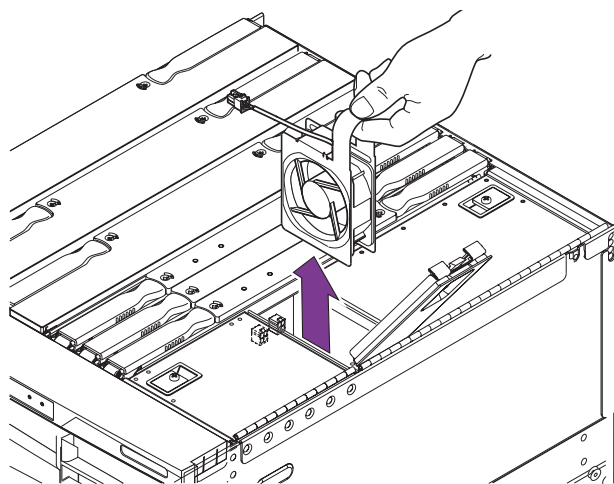

図 7-11 IB\_SSC ファンの取り外し
6. システムの右側から、金属製のループを使用してファンを持ち上げ、シャーシから取り出します (図 7-11)。